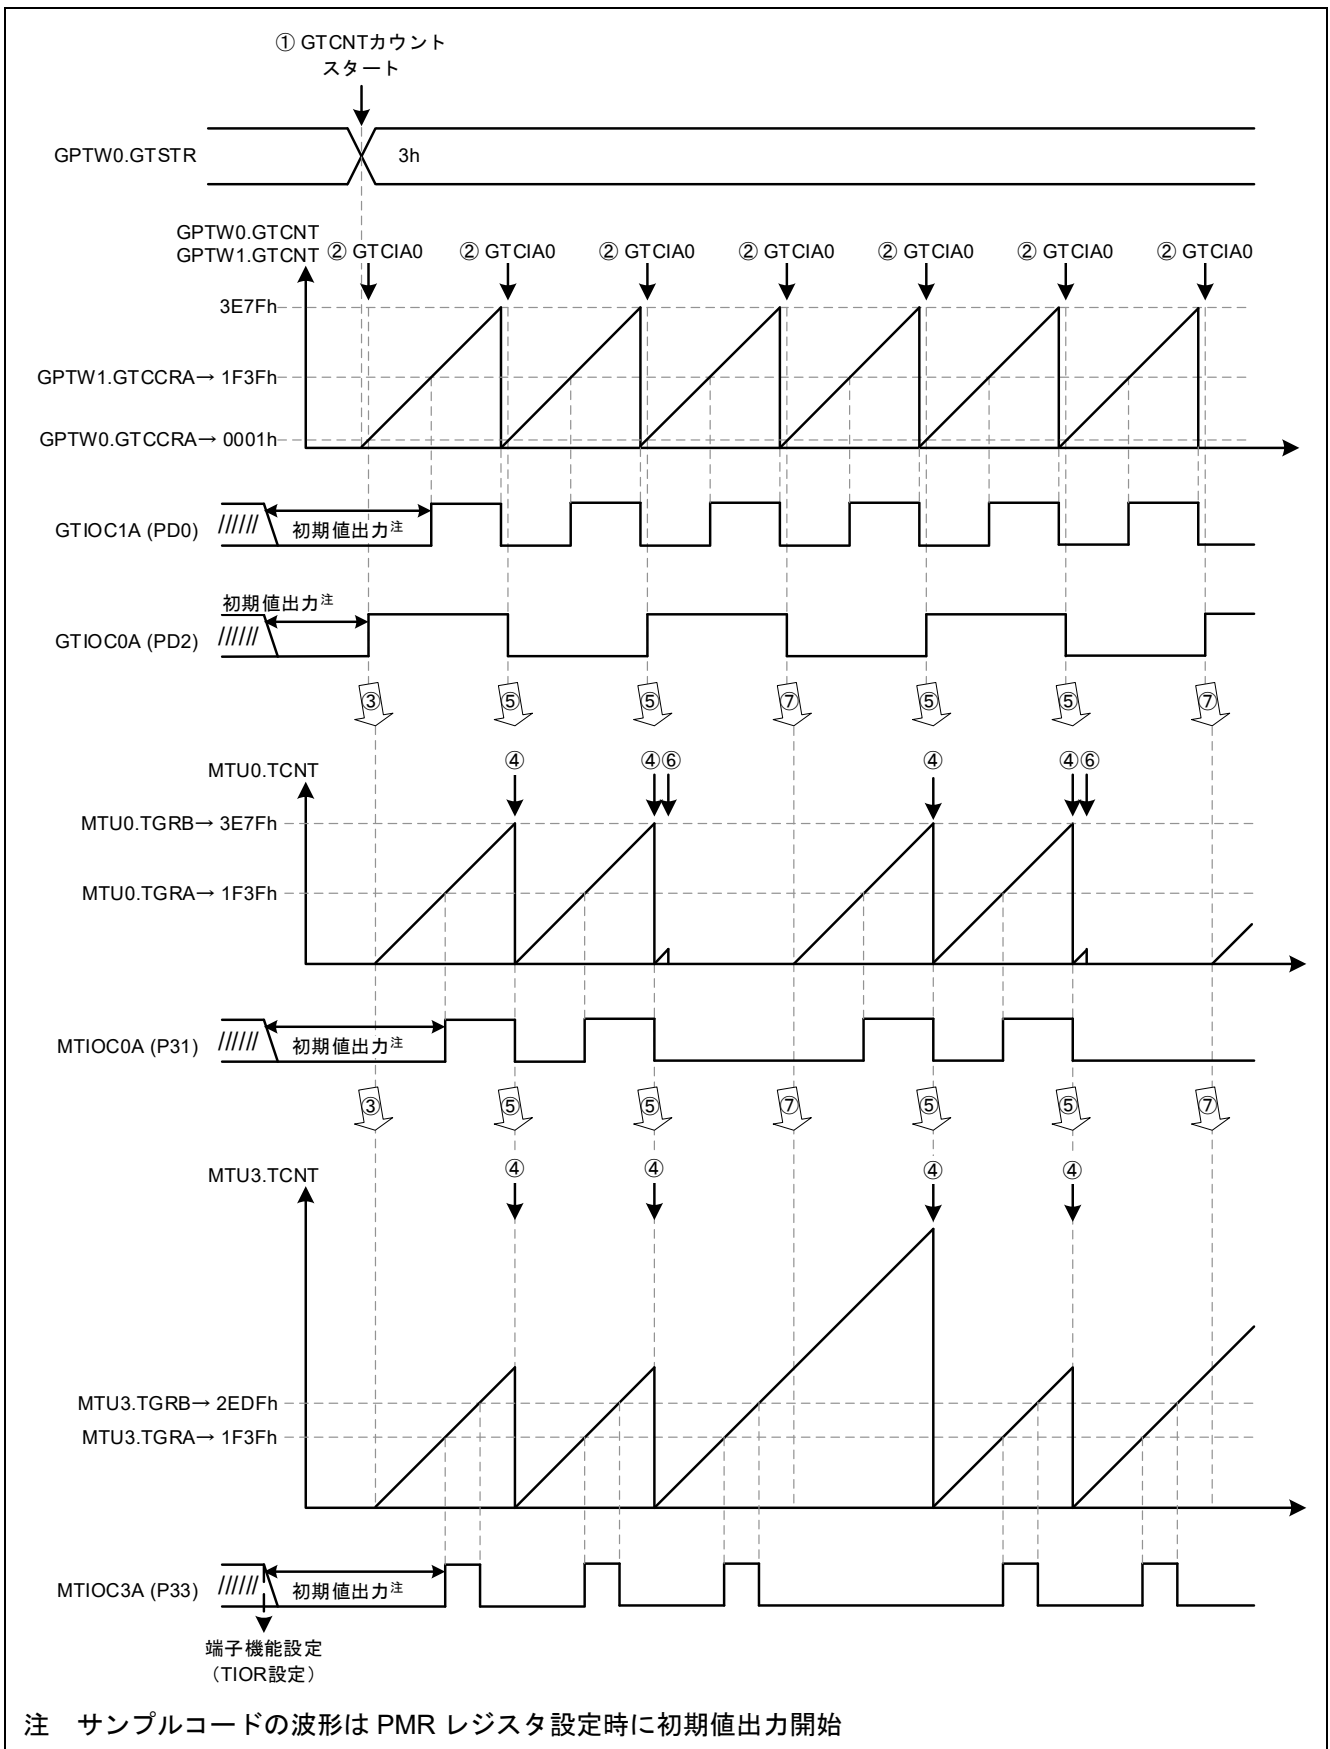

図 3-40 サンプルコードの動作
本サンプルコードの動作を図 3-40 に示します。GPTW0、GPTW1 をのこぎり波 PWM モードに設定し、MTU0、MTU3 を PWM モード 1 に設定します。ELC のイベント要因に GPTW0.コンペアマッチ A を設定し、イベント発生時に MTU0、MTU3 のカウントスタートする設定にします。
1. GPTW0. GTSTR レジスタに 0003h を設定し、GPTW0、GPTW1 は同期スタートします（図 3-40 ①）。
2. GPTW0.GTCCRA のコンペアマッチが発生し、GTCIA0 が発生します（図 3-40 ②）。
3. GPTW0・コンペアマッチ A（GTCIA0）をイベント要因として、MTU の TSTRA.CST0、CST3 ビットは 1b になり、MTU0、MTU3 の TCNT はカウントを開始します（図 3-40 ③）。
4. MTU0.TGRB のコンペアマッチで MTU0.TCNT はクリアされ、MTU0.TGRB のコンペアマッチで同期クリアが設定されている MTU3.TCNT もクリアされます（図 3-40 ④）。
5. GPTW0・コンペアマッチ A は繰り返し発生しますが、MTU の TSTRA.CST0、CST3 ビットが 1b の間は無効となります（図 3-40 ⑤）。
6. GTCIA0 の発生の 3 回に 1 回毎に MTU の TSTRA.CST0 ビットに 0b を設定し、MTU0.TCNT のカウントを停止します（図 3-40 ⑥）。MTU3.TCNT は次の MTU0.TGRB のコンペアマッチが発生するまでカウントを継続します。
7. MTU0.TCNT のカウント停止時に GPTW0・コンペアマッチ A が発生すると MTU の TSTRA.CST0 ビットは 1b になり、MTU0.TCNT はカウントを開始します。TSTRA.CST3 ビットは 1b のままなので、GTCIA0 の発生は無効となります（図 3-40 ⑦）。